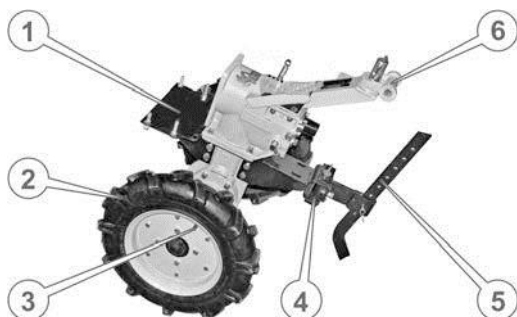

Рисунок 4. – Редуктор у зборі
7. Поставити центральний вузол на колеса, утримуючи його від падіння вперед або назад. Встановити в причіпну цапфу регулятор глибини обробки ґрунту, зафіксувати його пальцем і шплінтом, підняти регулятор у крайнє верхнє положення й обперти на нього мотоблок, який Ви складаєте (див. рис. 4.)
9. Вставити тягу (2) (див. рис. 4.) відкидної передньої опори в отвір кронштейна (1), який розташований на правій (у напрямку руху мотоблока) стороні редуктора, пропустити її під тягою (3) механізму блокування правої півосі та під задньою балкою (4) кріплення двигуна.